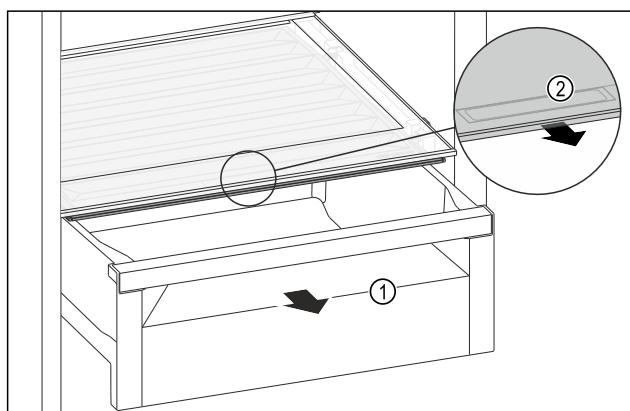

Fig. 200
- Zásuvku Fig. 200 (1) vytáhněte.
- Uchopte prohlubeň pro rukojeť Fig. 200 (2) na víku zásuvky a současně zatáhněte za víko zásuvky směrem dopředu.